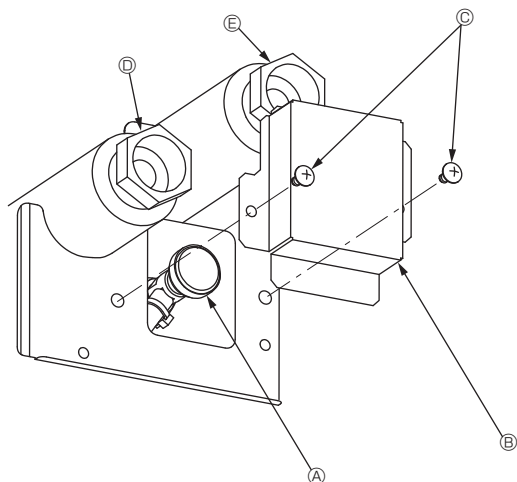

Fig. 7-1
7.2.2. Продувочный воздушный клапан внутреннего прибора (Fig. 7-1)
- ① Снимите крышку продувочного клапана.
- ② Поверните рукоятку на продувочном клапане, чтобы стравить воздух.
- ④ Продувочный клапан
- ⑤ Крышка продувочного клапана (Момент затяжки: 1,3 ± 0,3 Н·м)
- ⑥ Винт
- ⑦ Выпуск
- ⑧ Впуск